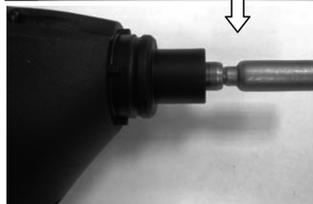

Рис. 3
2. Вставьте держатель биты в шестигранный патрон шуруповерта до щелчка (рис. 3).